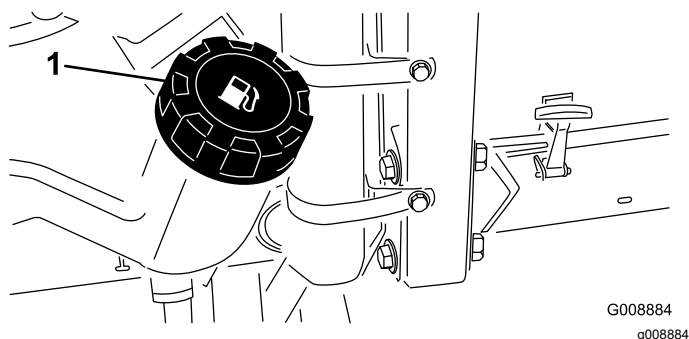

図 22
1. 燃料タンクのキャップ 図 22 の周囲をきれいに拭く。